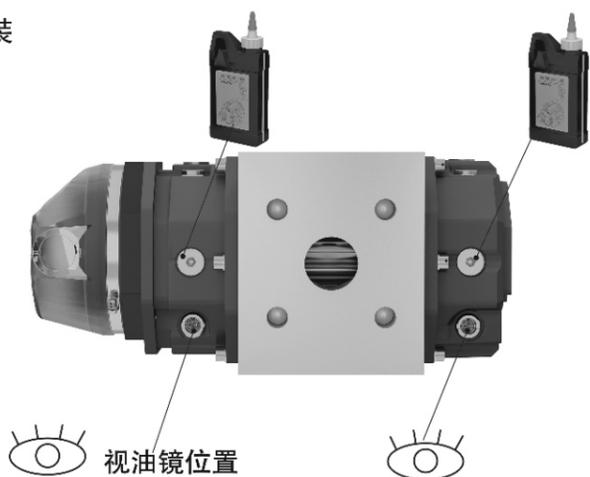

图10 注油口和视油镜位置图
6.1.2 若油位低于视油镜中心线3mm(通常加油周期为3~5年),说明润滑油损耗,需补充至油视镜中心线。注油口和视油镜位置如图10所示。